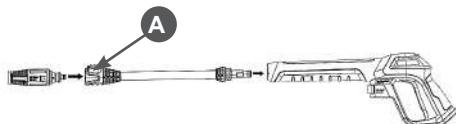

Рис. 3 Установка головки и струйной трубы
- Установите на струйную трубку головку. Вставьте наконечник головки в отверстие наконечника трубы, при этом кнопка A (Рис. 3) фиксатора наконечника трубы опустится вниз. Поверните головку до совмещения выступа на наконечнике головки и выемки на наконечнике трубы, затем нажмите до щелчка, кнопка фиксатора поднимется в верхнее положение. Присоедините струйную трубку к пистолету (вставьте и поверните).